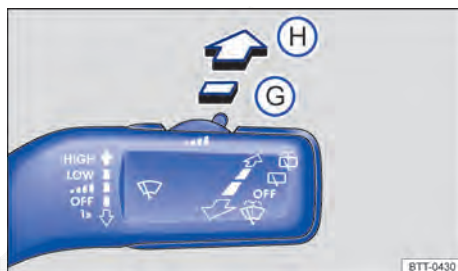

Fig. 117 Comandar o limpador do vidro traseiro.
Após desligar e ligar novamente a ignição, bem como após ligar o motor com a alavanca dos limpadores dos vidros na posição temporizador do vidro traseiro ⇒ Fig. 117 ⑥, o limpador do vidro traseiro não se move imediatamente, mas retoma a operação quando os limpadores do para-brisa estiverem novamente ativos. Com isso evita-se uma limpeza do vidro seco. ◀